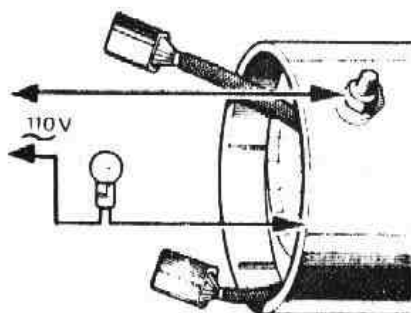

Fig. N2-32 Comprobación del aislamiento de la bobina inductora
3.4.1. Conectar a 110 ó 220 V., C.A., una lámpara de pruebas de 15 W., entre el borne de la carcasa y una parte limpia de la misma (Fig. N2-32).